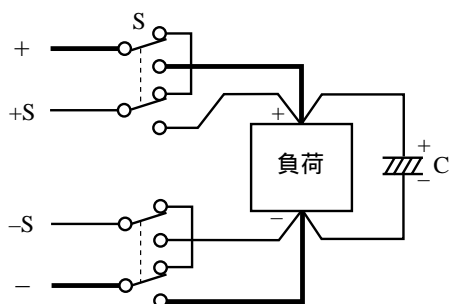

図 4-2 機械的スイッチによる ON/OFF
- 負荷に供給する電力を機械的スイッチでON/OFFする場合は、図4-2のようにセンシング線間にもスイッチを入れ、電力とセンシングを同時にON/OFFしてください。